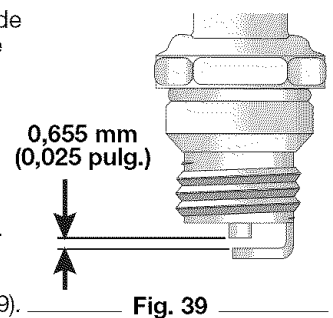

Fig. 39
4. Cambie las bujías que estén rajadas, sucias o deterioradas. Fije la separación de aire a 0,655 mm (0,025 pulgadas) utilizando un calibre (Fig. 39).